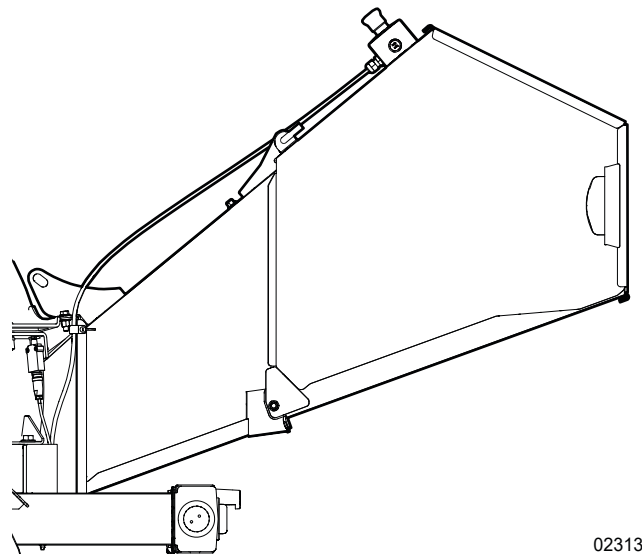

Fig. 16 – Position ouverte
2. Abaissez la trémie de déchiquetage dans la position ouverte. Voir Fig. 16.